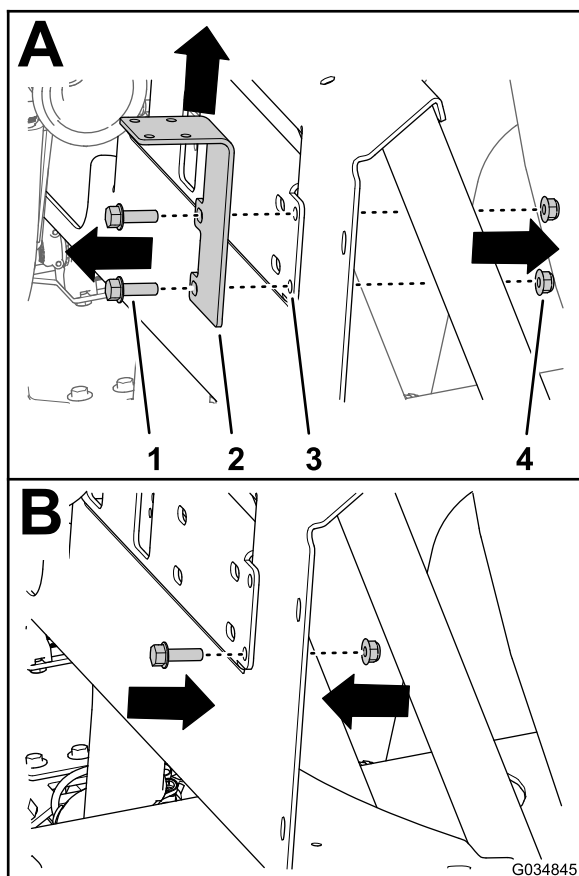

図 54
5. バイパスシャットオフバルブ用のサポートブラケットをマニホルドマウントに固定しているフランジヘッドボルト $\frac{5}{16}$ " x 1" 2本、フランジロックナット $\frac{5}{16}$ "2個を取り外し 図 54のA、シャットオフバルブのブラケットを外す。
6. フランジヘッドボルト 5/16" x 1" と フランジロックナット 5/16" を、マニホルドマウント 図 54 の B ステップ 5 で取り外したシャットオフバルブブラケットの下穴のところ。